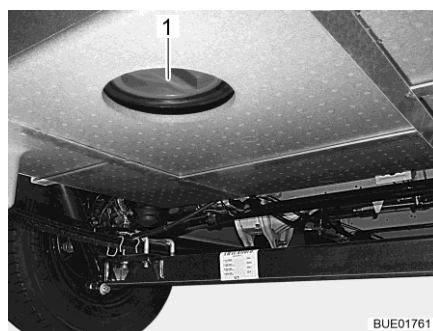

Fig. 279 Apertura per la pulizia (serbatoio delle acque grigie)
- A questo scopo aprire l'apertura per la pulizia (Fig. 279,1) per il serbatoio delle acque grigie e il rubinetto di scarico.